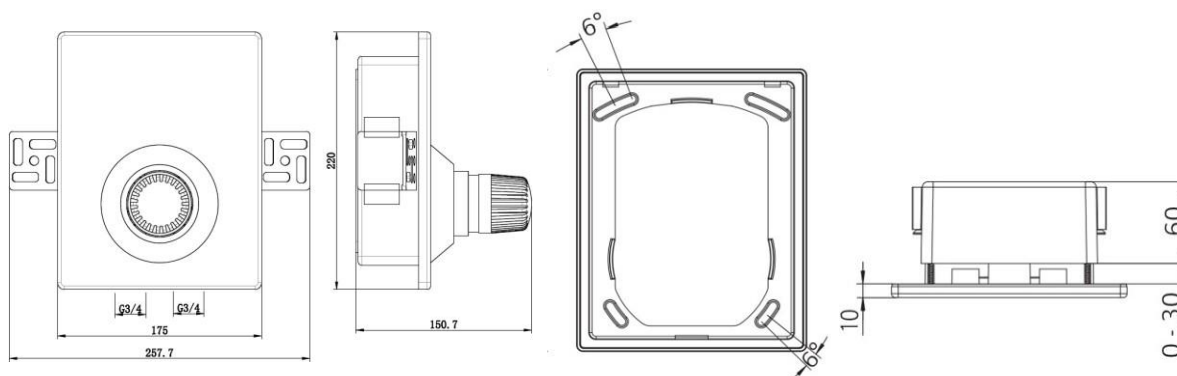

Рис. 2
- 6.1.** Для установки монтажного комплекта в стене или перегородке необходимо подготовить нишу исходя из размеров монтажного комплекта (рис. 2), а также прорезать штробы для подводящего и отводящего трубопроводов, и, при необходимости, каналы для проводов сервопривода или импульсной линии термочувствительного элемента.